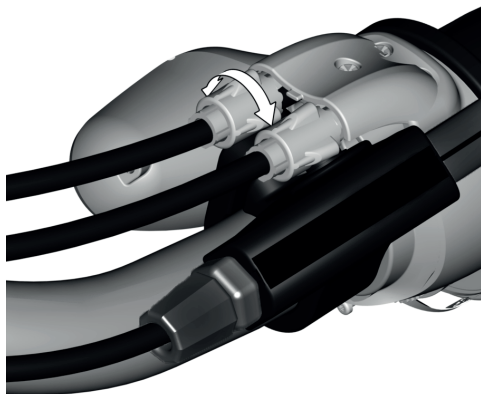

Abbildung 43 : Reduzierung oder Erhöhung des Kabelspiels durch Drehen der Zugeinstellschraube am Griffschalter
2. Stellen Sie das Kabelspiel ein (siehe Abbildung 43):